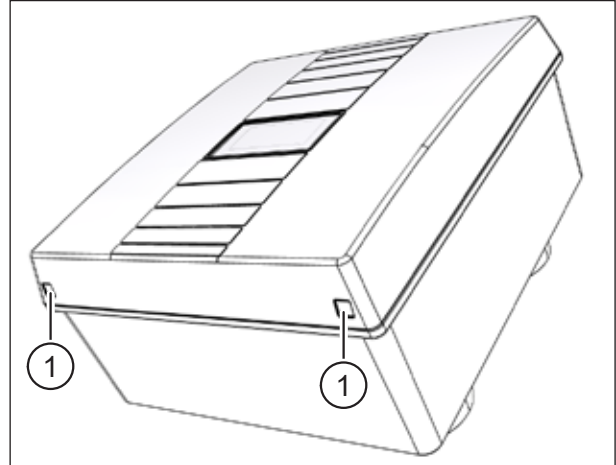

Abb. 31: Gerätedeckel vom Lüftungsgerät abnehmen
- ▶ Drücken Sie mit beiden Daumen auf die beiden Rasthaken (Pos. 1 in Abb. 31) an der Unterseite des Lüftungsgerätes. Der Gerätedeckel löst sich.